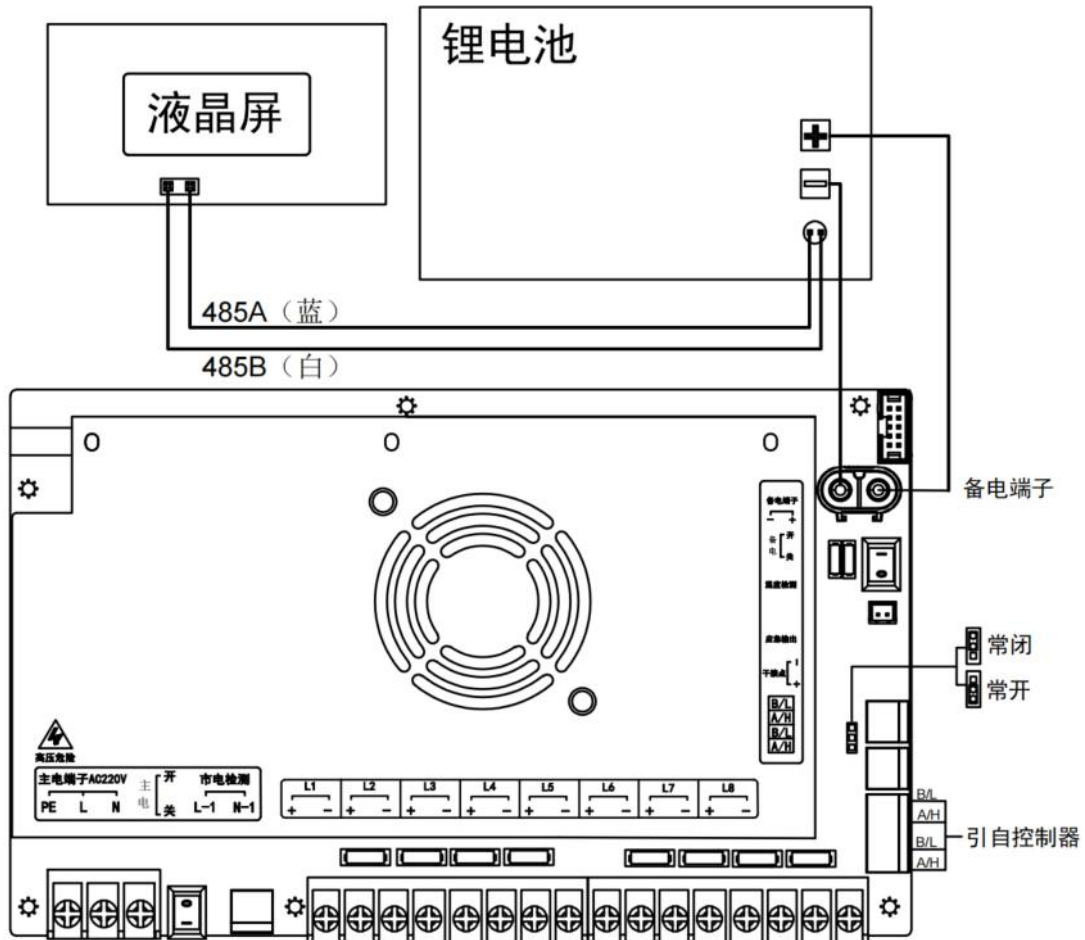

图 5-2 电池接线示意图
- (2) 电池 485 通讯线接液晶屏显示板，蓝线为 485A、白线为 485B，按照显示板丝印接到绿端子上即可，如图 5-2 示。注意：蓝线和白线顺序不能接反，否则会影响电池温度读取。